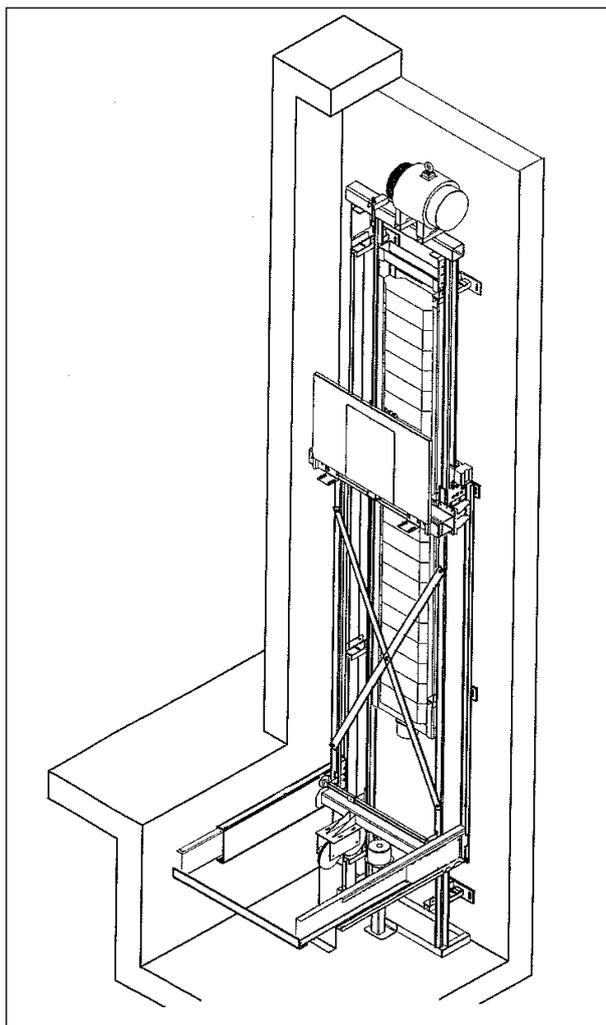

Fig. 9 - Ascensore roomless
6.c - Gli ascensori **senza locale motore** (Fig. 9), detti anche roomless, sono caratterizzati da notevoli differenze sia con quelli tradizionali (elettrici, oleodinamici) ed anche fra i vari modelli roomless oggi in commercio.